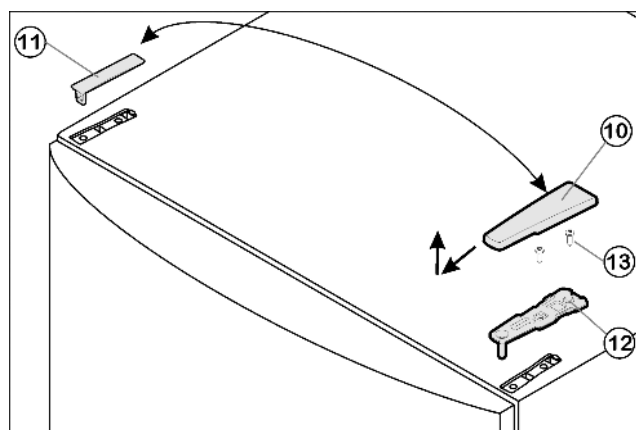

Fig. 6
- ▶ Kryt Fig. 6 (10) stáhněte dopředu a nahoru.
- ▶ Kryt Fig. 6 (11) zvedněte.
- ▶ Horní stojan ložiska Fig. 6 (12) odšroubujte (2 krát Torx® 25) Fig. 6 (13) a stáhněte nahoru.
- ▶ Horní stojan ložiska Fig. 6 (12) vložte na nové straně závěsu do dveří.
- ▶ Horní stojan ložiska Fig. 6 (12) přišroubujte (s 4 Nm) (2 krát Torx® 25) Fig. 6 (13). Díry pro šrouby případně předem propíchněte nebo použijte akumulátorový šroubovák.
- ▶ Kryt Fig. 6 (10) a kryt Fig. 6 (11) zatlačte vždy na opačné straně.